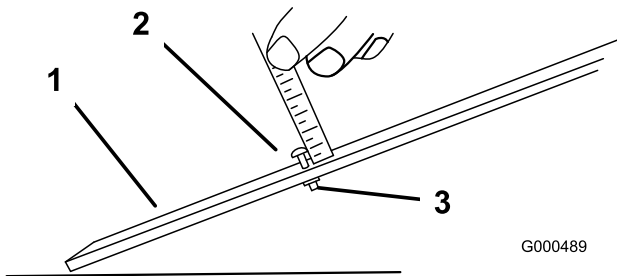

Figura 52
- Allentate il dado sulla barra di misura (Figura 52) e posizionate la vite di regolazione all'altezza di taglio opportuna. La distanza tra la base della testa della vite e la superficie della barra è l'altezza di taglio.